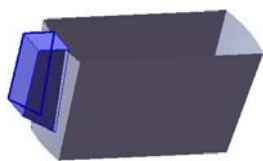

图 5.11.10 曲面-缝合 1
Step6. 创建图 5.11.10 所示的零件特征——曲面-缝合 1。选择下拉菜单 **插入(I) → 曲面(S) → 缝合曲面(F)...** 命令，系统弹出“曲面-缝合”对话框；在设计树中选取曲面-填充 1、曲面-拉伸 2 和曲面-基准面 1 为缝合对象；单击对话框中的 **✓** 按钮，完成曲面